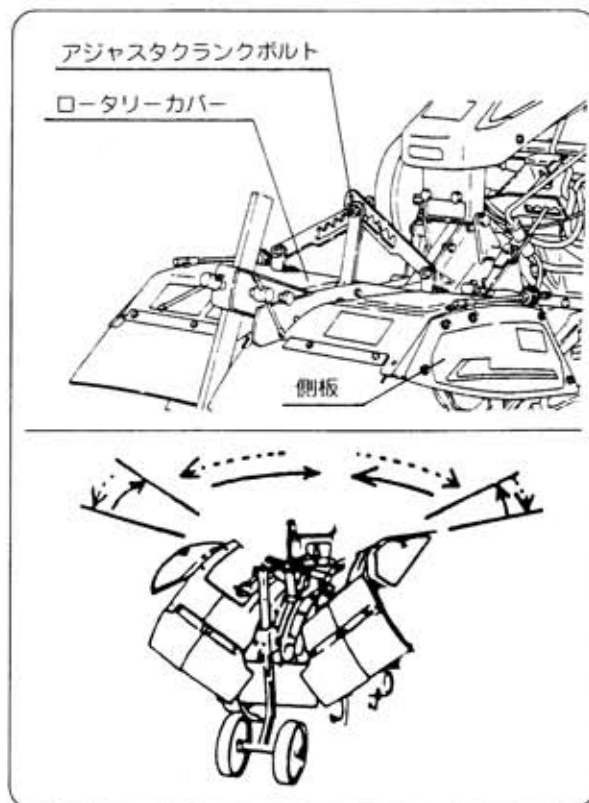

図21
① ロータリーカバー、側板は作業により上下に調節してください。(図21)